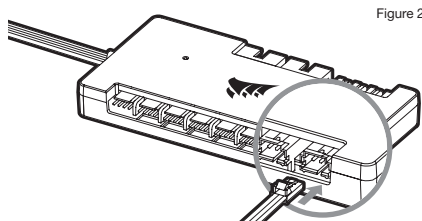

Figure 2
2. Stecken Sie den RGB-Stecker in einen CORSAIR iCUE Commander PRO-Port oder Lighting Node PRO-Port. (Abbildung 2).